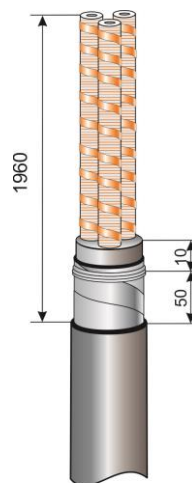

Рис.3
**3.** Удалить межфазный заполнитель, оставив выступ 10мм (Рис.3).